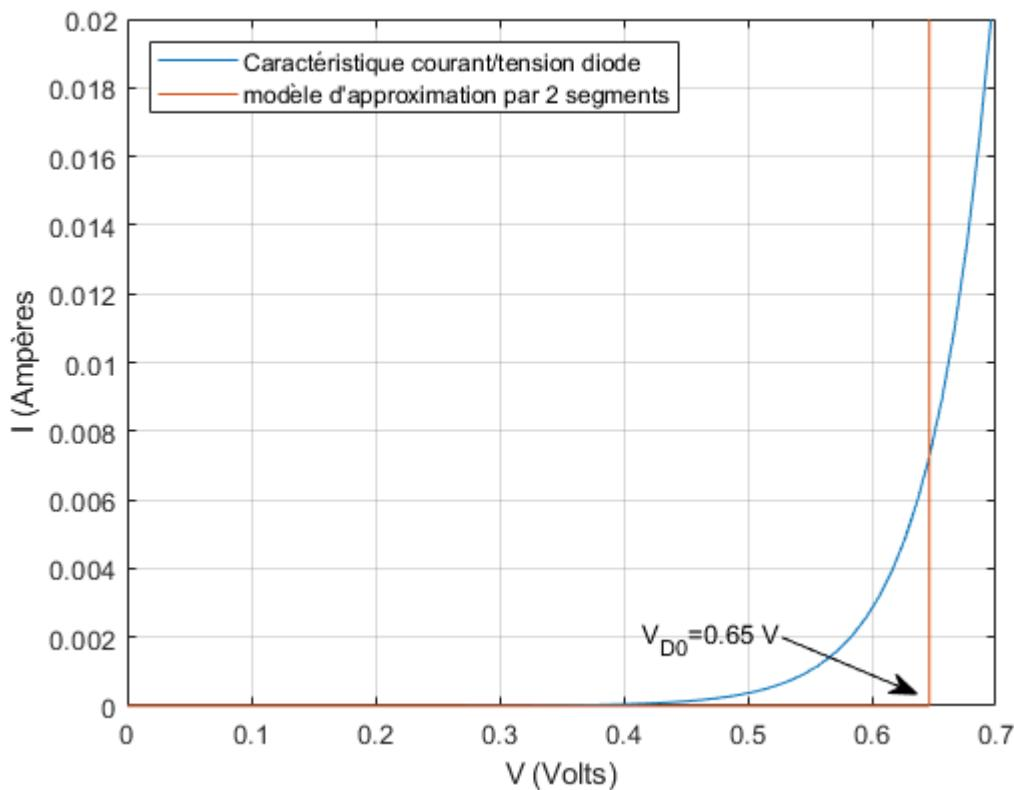

Figure 3 : Approximation de la caractéristique de la diode par 2 segments de droite, un premier horizontal et un deuxième vertical.
Une autre méthode approchée consiste à approximer la caractéristique non linéaire courant/tension par une fonction linéaire permettant ainsi de résoudre analytiquement le problème. La fonction exponentielle croît rapidement ; de ce fait, on peut approximer l'équation (1) par deux segments de droite. Sur la figure 3, la caractéristique de la diode est approximée par un segment horizontal et un segment vertical.
En utilisant la tension V_{D0} définie sur la figure 3, l'approximation linéaire par morceaux s'exprime par :